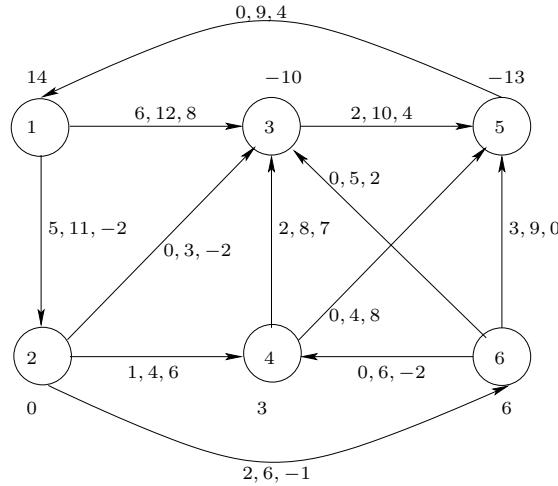

Figura 5.24: Grafo di partenza (esercizio 5.33)
**Esercizio 5.33.** ■ Sia dato il problema  $P$  di flusso a costo minimo definito sul grafo orientato  $G = (V, E)$  riportato in figura 5.24. Ad ogni nodo  $i \in V$  è associata la divergenza  $d_i$  e a ciascun arco  $(i, j) \in E$  è associata la tripla  $(l_{ij}, u_{ij}, c_{ij})$ , dove  $l_{ij}$  e  $u_{ij}$  indicano rispettivamente la capacità minima e massima dell'arco  $(i, j)$ , mentre  $c_{ij}$  indica il costo unitario associato all'arco  $(i, j)$ .